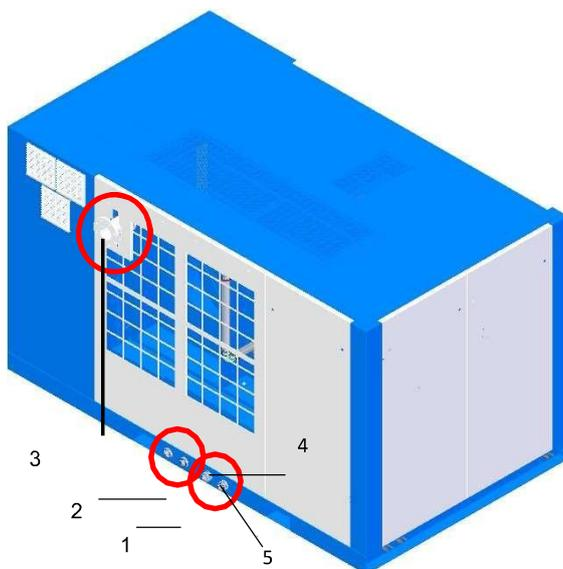

Рис. 33: Подключение компрессоров с водяным охлаждением
- Подключение сжатого воздуха (Рис.33 поз. 3) водяное охлаждение (по желанию) подвод воды (Рис.33 поз.4) отвод воды (Рис.33 поз.5)
- рекуперация тепла (опция) подвод воды (Рис.33 поз.1) отвод воды (Рис.33 поз.2)